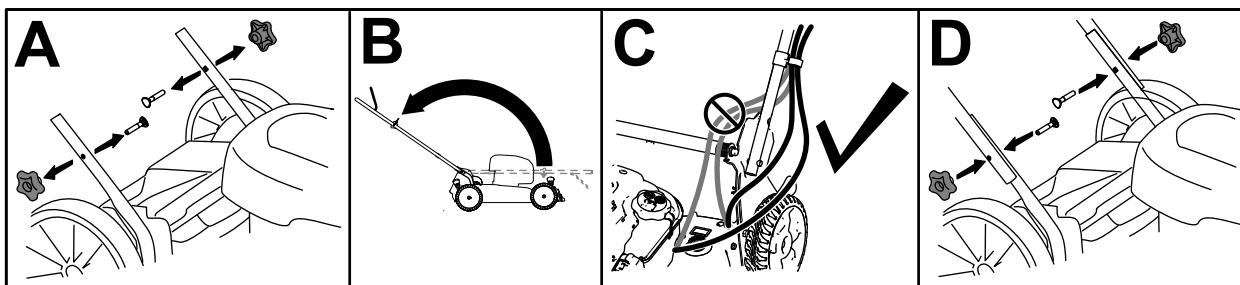

Figura 3
1. Retire los pomos del manillar y los pernos correspondientes de las secciones inferiores del manillar (Figura 3, A).
2. Coloque el manillar superior sobre las secciones inferiores y luego despliegue el manillar (Figura 3, B).
3. Asegúrese de colocar los cables en el exterior del manillar (Figura 3, C).
4. Instale los pomos del manillar con los pernos correspondientes y apriételos firmemente a mano (Figura 3, D).